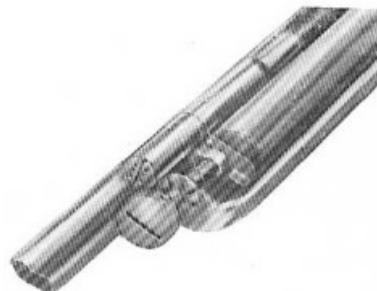

Fig. 9
- il foro dell'appendice della guida asta comando coincida col foro dell'orecchietta del cilindro presa gas, affinchè la vite di fissaggio dell'asta sia facilmente avvitabile (fig. 9).